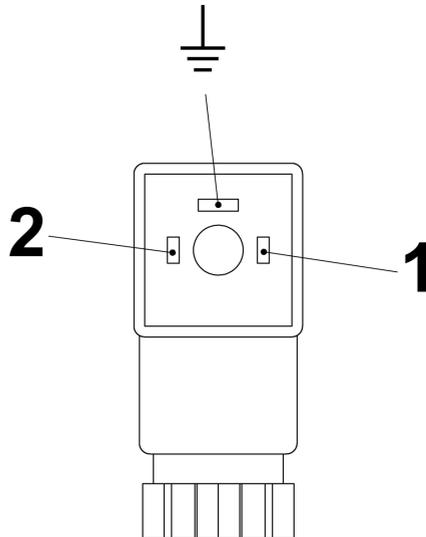
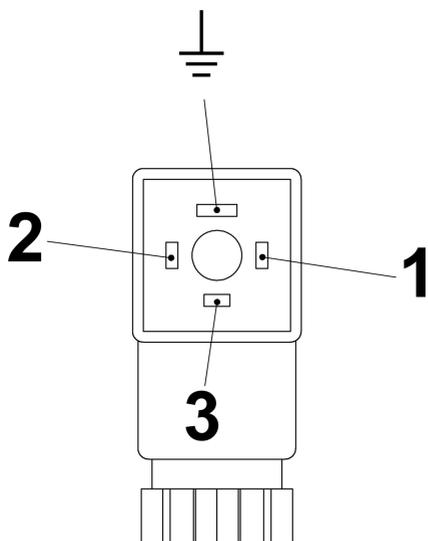

Abb. 25: Pin-Belegung Steckerdose Schließer (Form 15x50)
Abb. 26: Pin-Belegung Steckerdose Wechsler (Form 15x50)
6. ➔ Anschluss gemäß den Anschlussbildern (Abb. 25 und Abb. 26) vornehmen